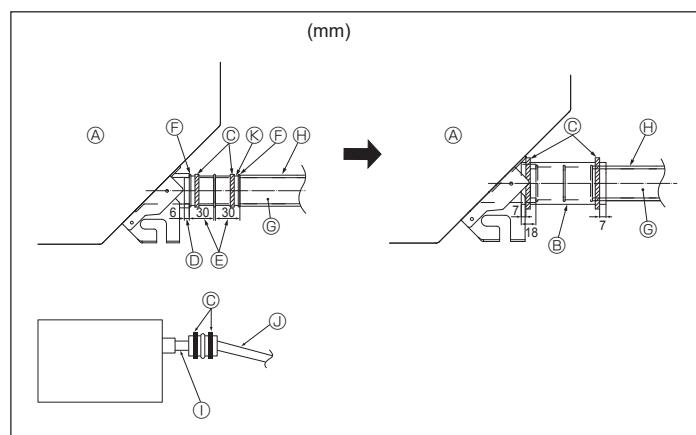

Fig. 5-2
- Collegare il manicotto di drenaggio (fornito con l'unità) all'apertura di drenaggio. (Fig. 5-2)